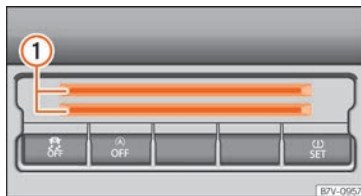

Fig. 184 Partie inférieure de la console centrale : rangement pour cartes.
Dans la partie inférieure de la console centrale se trouve un rangement »» **fig. 184** ① pour de la monnaie, des cartes, des tickets de parking ou autres.